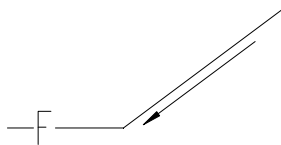

图 6-66 仅标水流方向
- “仅标水流方向”选项: 勾选该项, 则仅绘制水流方向的箭头, 如图 6-66 所示。